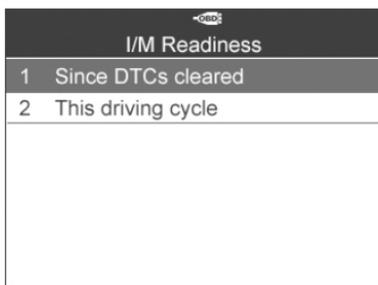

Figura 6.14
- 3) Se il veicolo supporta entrambe le tipologie di test, sulla schermata vengono visualizzate entrambe le tipologie per la selezione. (Figura 6.14)